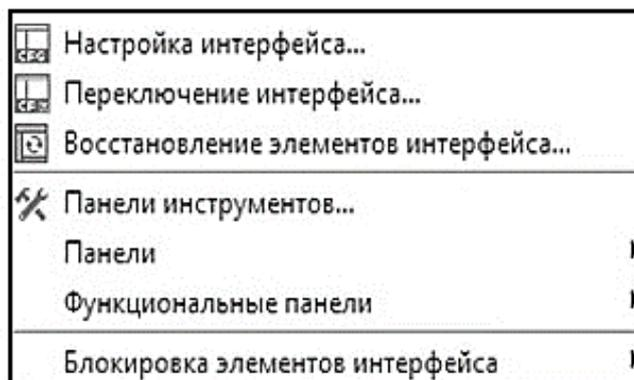

Рис. 2.10. Контекстное меню при наличии панели инструментов
- При наличии на рабочем экране какой-либо панели инструментов необходимая функциональная панель может быть вызвана из контекстного меню этой панели инструментов (рис. 2.10)